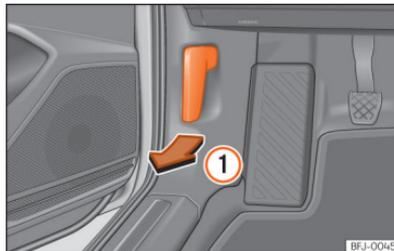

Abb. 233 Entriegelungshebel im Fahrerfußraum.
- Öffnen Sie die Tür und ziehen Sie an dem Hebel unterhalb der Instrumententafel >>> **[Abb. 233] ①**.